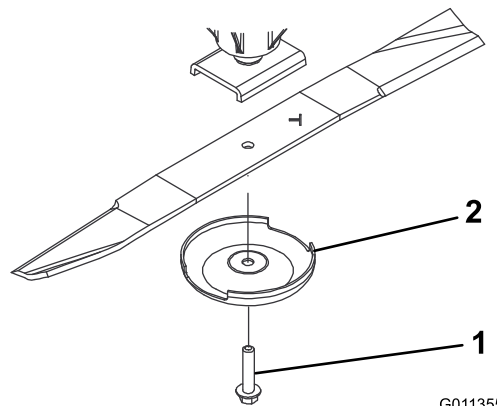

Figura 124
- Togliete il bullone, la coppa antistrappo e la lama dall'asse del mandrino (**Figura 124**).